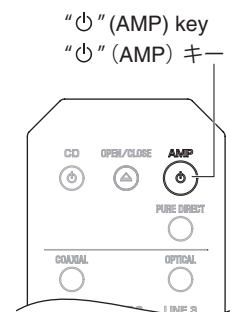

Fig. 20
7. Press the "⏻" (AMP) key on the remote control to set this unit to standby. (Fig. 20)
9. Press the "⏻" (AMP) key on the remote control to turn on this unit. (Fig. 20)
7. リモコンの "⏻" (AMP) キーを押して、本機をスタンバイの状態にします。 (Fig.20)
9. リモコンの "⏻" (AMP) キーを押して電源を入れます。 (Fig.20)